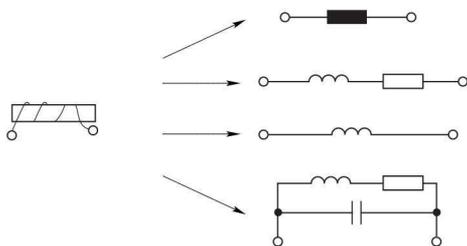

图 1-4 电感线圈的电路模型
- (1) 理想电路元件有 3 个特征：
- ① 只有两个端子。
- ② 可以用电压或电流按数学方式描述。
- ③ 不能被分解为其他元件。
- (2) 具有相同的主要电磁性能的实际电路部件，在一定条件下可用同一电路模型表示。
- (3) 同一实际电路部件在不同的应用条件下，其电路模型可以有不同的形式。例如，电感线圈的电路模型，如图 1-4 所示。